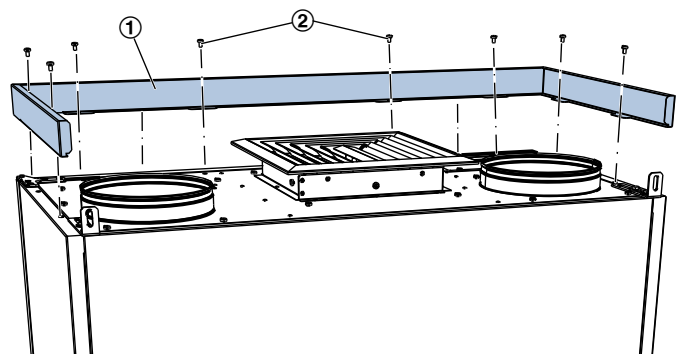
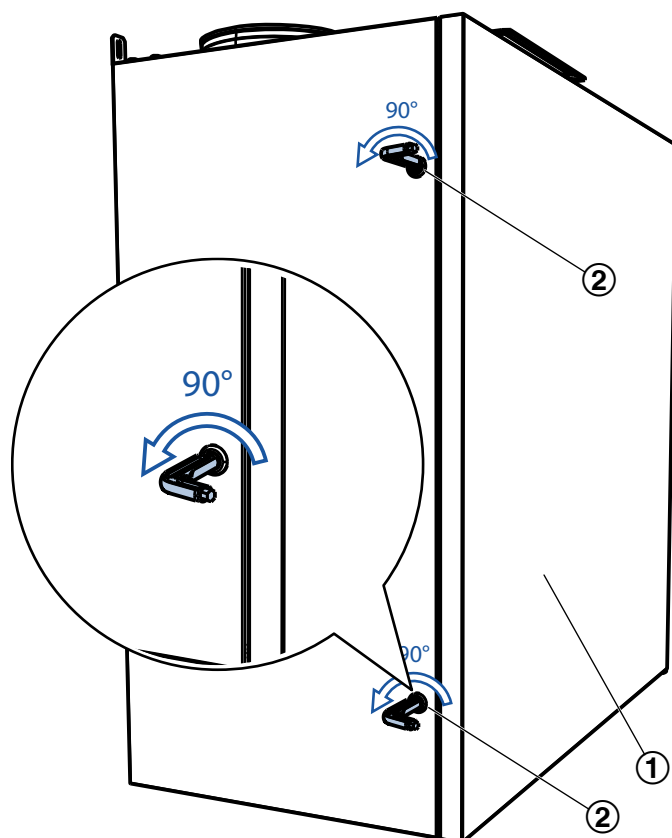

Abb. 8: Blendrahmen demontieren
Abb. 9: Vorreiber öffnen
2. ▶ Am Geräteoberteil die Schrauben (Abb. 8 /2) vom Blendrahmen lösen. Rahmen (Abb. 8 /1) abnehmen und für spätere Montage lagern.
3. ▶ Am Geräteoberteil die Verschlüsse der Revisionsstür (Abb. 9 /1) die Verschlüsse (Abb. 9 /2) öffnen.
4. ▶ Scharnier (Abb. 8 /1) durch Lösen der Schrauben (Abb. 8 /2) demontieren. Revisionsstür (Abb. 9 /1) abnehmen und für spätere Montage lagern, Distanzbleche (Abb. 8 /3) und Gleitscheibe (Abb. 8 /4) aufbewahren.
16. ▶ Am Geräteoberteil den Blennerahmen (Abb. 8 /1) aufsetzen und mit Schrauben (Abb. 8 /2) befestigen.